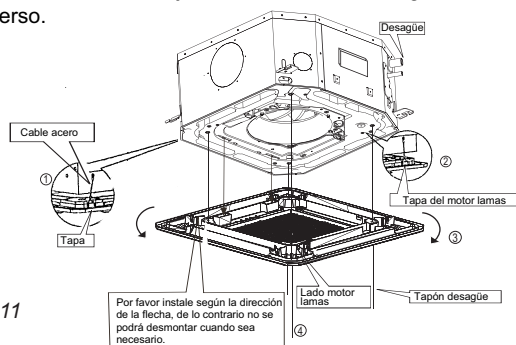

Fig.5-11
- Alinee correctamente el motor de oscilación del panel con el recogedor de agua del cuerpo (ver la Fig.5-11).
- Cuelgue los cuatro cables fijos del cuerpo principal a la tapa de instalación y a las otras tres tapas del motor de oscilación (ver la Fig.5-11).
- Monte el panel en el cuerpo principal con un tornillo (M5X16) y una arandela (ver Fig.5-11(4)).
- Ajuste ligeramente el panel en la dirección de la flecha de la Fig.5-11(3) para ajustar su centro al centro de la abertura del techo. Asegúrese de que los ganchos de las cuatro esquinas están bien sujetos.